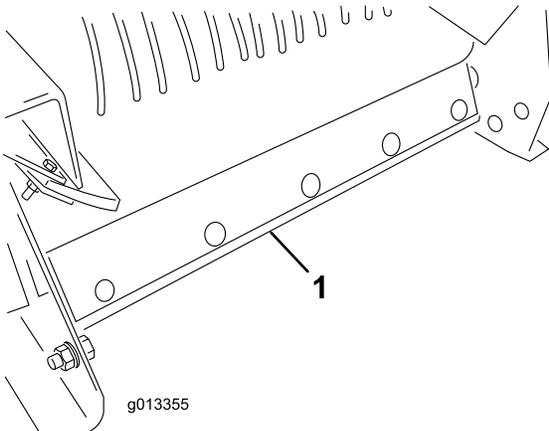

Bild 61
6. Entfernen Sie den Abstreifer zur Förderbandreinigung am Heck der Maschine (Bild 61).